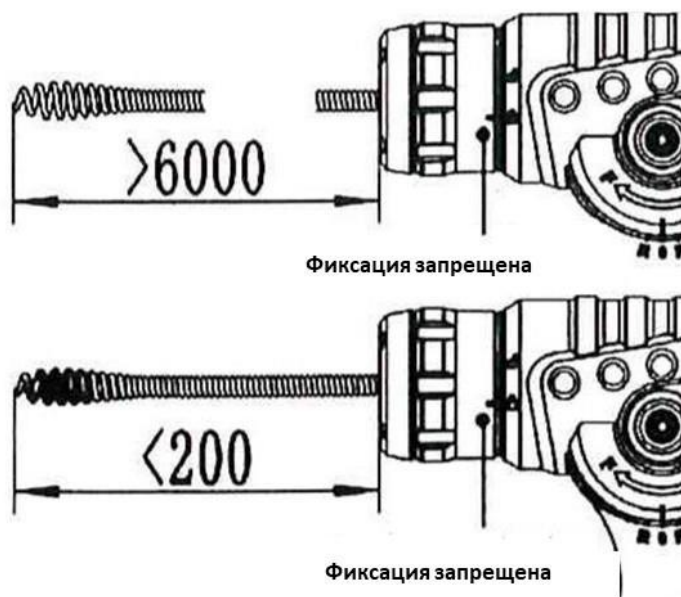

Рисунок 2
**Примечание: Если гибкий вал выступает из инструмента менее, чем на 200 мм или более, чем на 6000 мм, то запрещается устанавливать запорное кольцо в положение фиксации. В противном случае это приведет к повреждению гибкого вала и зажима. Будьте внимательны при работе с запорным кольцом (Fig. 2)**